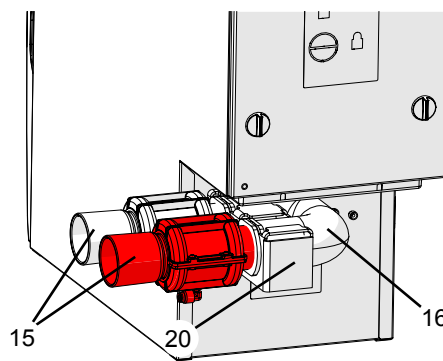

рис. 3
Открытие и закрытие всасывающих каналов происходит с помощью пневматических запорных клапанов (15, рис. 3). Для этого необходим сжатый воздух. С боку прибора подсоединен шланг для подачи сжатого воздуха.
- ⇒ Извлеките запорные клапаны (15, рис. 3) из всасывающего колена (16, рис. 3).
- ⇒ Открутите болт с накатной головкой (19).
- ⇒ Поверните по часовой стрелке всасывающее колено (16) вместе с креплением (20) и освободите его от фиксирующих болтов. Потянув на себя, снимите его с отсосной патрубка вытяжки (А).
- ⇒ Выдавите всасывающее колено из крепления (В), поверните (С) и в новом положении снова вдавите в крепление (D).
- ⇒ Установите всасывающее колено на отсосной патрубок вытяжки и вращением по часовой стрелке закрепите крепление на фиксирующих болтах (26) (Е).
- ⇒ Закрепите крепление болтом с накатной головкой (19).